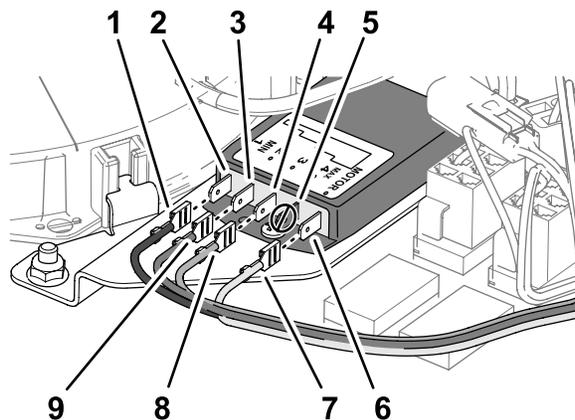

Figura 8
2. Conecte los terminales hembra del arnés de cables del kit a los terminales de pala del controlador de velocidad del ventilador (Figura 8), tal y como se muestra en la siguiente tabla: